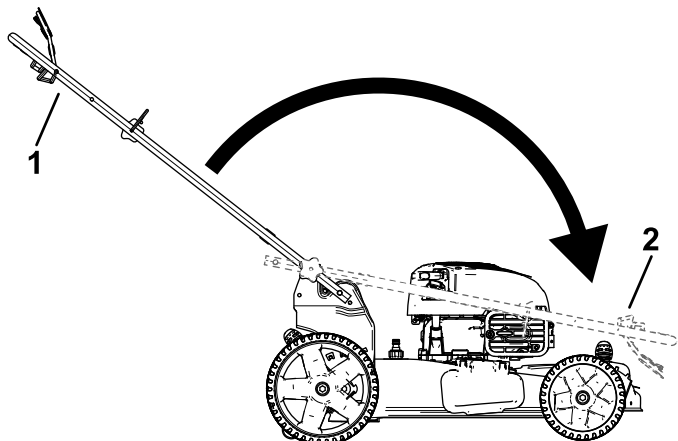

Figura 24
2. Piegate la stegola, ruotandola in avanti (**Figura 24**).